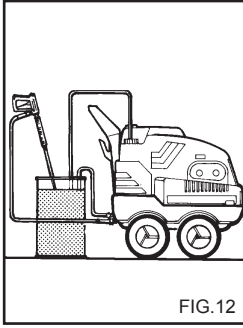

FIG.12
**ИСПОЛЬЗОВАНИЕ АНТИФРИЗА. (Рис.12).**